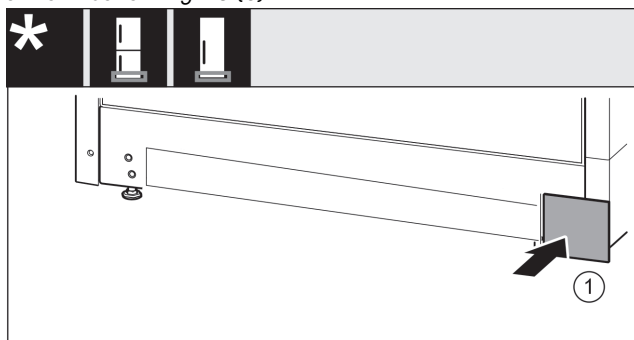

Fig. 19
- Sätt på täckplattan på den andra sidan igen. *Fig. 19 (1)*